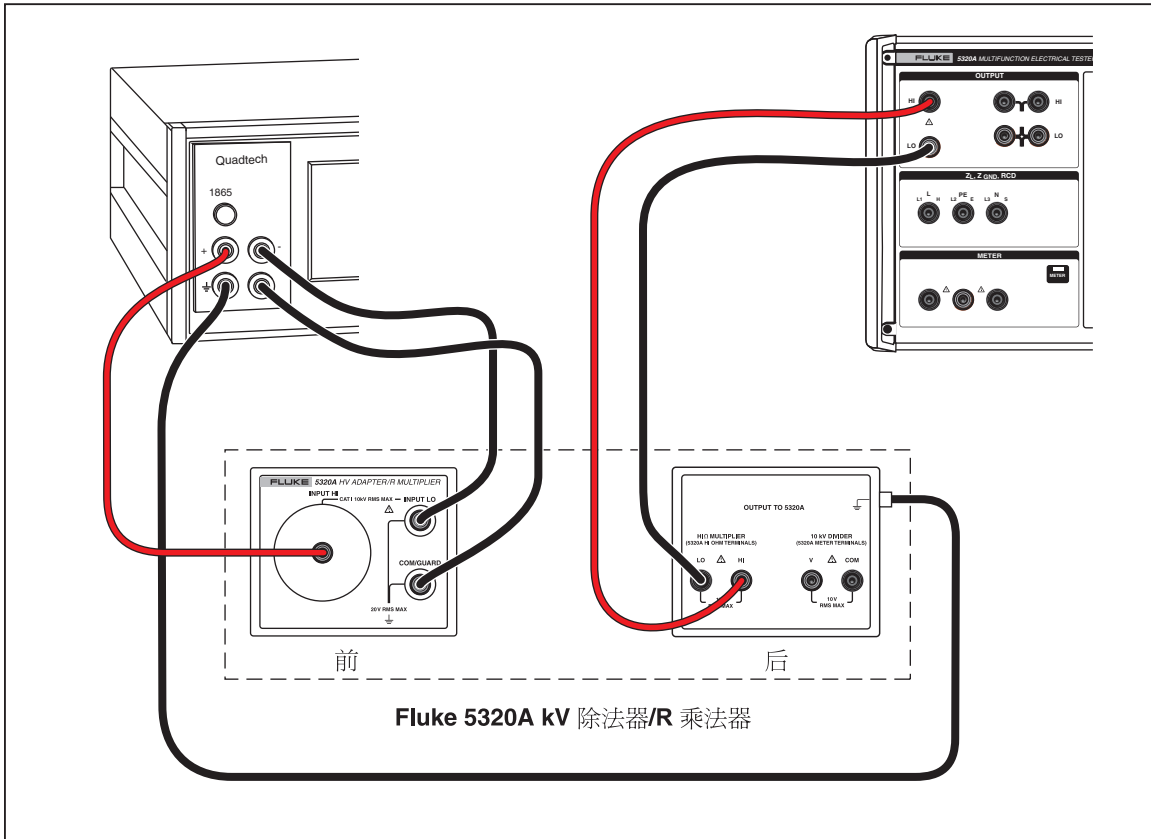

图6-4.电阻倍乘器验证连接
1. 使用低泄漏、低电介质吸收的测试导线，通过高压适配器，将校准器连接到兆欧计，如图6-4中所示。注意 kV 分压器/R 倍乘器输出到校准器，即高电阻倍乘器到校准器 HIΩ，端子之间的连接极性是相反的。